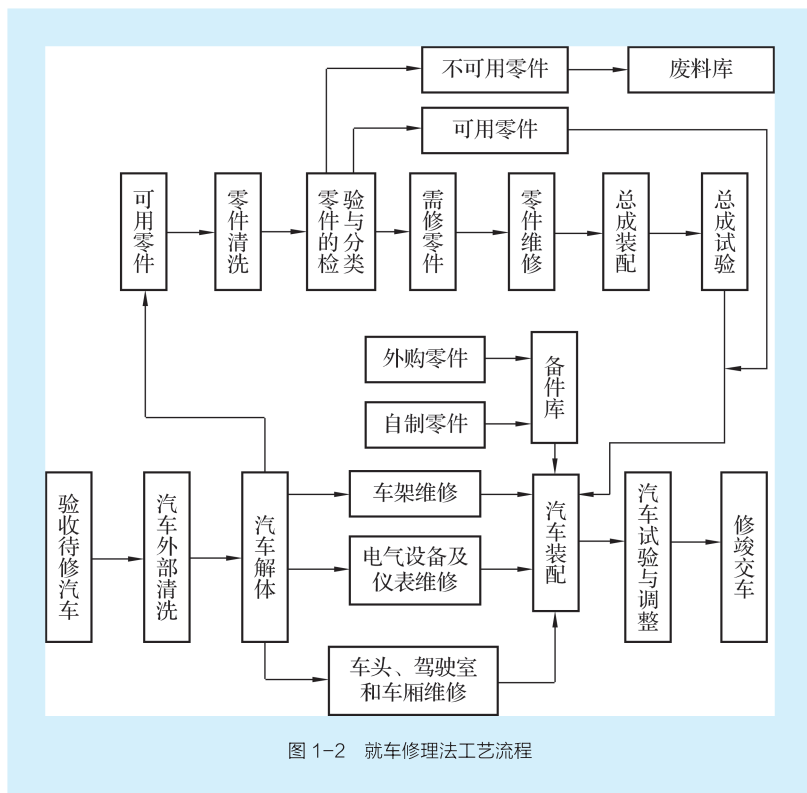

图 1-2 就车修理法工艺流程
(1) 汽车修理的基本方法。汽车修理的基本方法可分为就车修理法和总成互换修理法两种。
① 就车修理法。就车修理法是指在修理过程中,从汽车上拆下的零件、组合件、总成件除报废更换外,凡可修复的,经修理仍装回原车。这种维修方法停车维修时间长、生产率低,适用于生产规模不大、承修车型复杂、送修单位不一的修理厂。就车修理法工艺流程如图 1-2 所示。
② 总成互换修理法。总成互换修理法是指在修理过程中,除车架和车身外,其他零件、组合件及总成都换装已修好的储备件。换下来的零件、组合件及总成修好后送入库房备用。这种维修方法停车维修时间短、生产率高,但需要有一定的备用周转总成,适用于生产量大、维修车型和送修单位单一的大中型汽车修理厂。
(2) 汽车修理的作业方法。汽车修理的作业方法一般分为定位作业法和流水作业法。
① 定位作业法。定位作业法是指汽车的拆装作业固定在一定的工作位置上进行。此种定位作业法占地面积小,所需设备简单,适用于小型的汽车修理厂。
② 流水作业法。流水作业法是指由各专业工组在流水线相应的工位上顺序完成汽车的拆装及修理作业。其专业化程度高,修理质量好,生产率高,适用于规模较大的汽车修理厂。